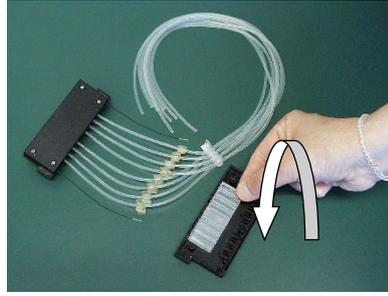

Figura 5-42. Colocación de la mirilla
7. Coloque la mirilla de plástico con las ranuras hacia arriba en la cubierta inferior de la pieza superior del casete dispensador, si no está colocada (Figura 5-42).